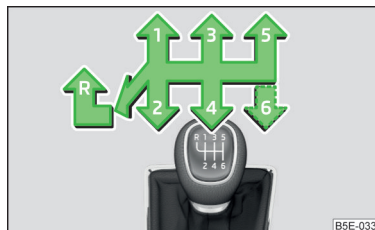

Fig. 130
En la palanca del cambio se presentan cada posición de marcha fig. 130.
- Colocar la palanca del cambio completamente hacia la izquierda y luego hacia adelante en la posición **R** fig. 130.